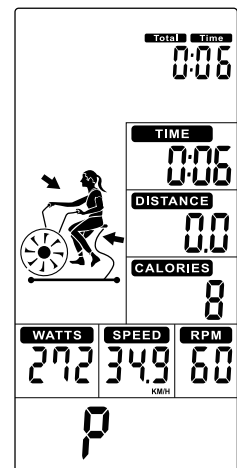

Abb. 4
Ein Signal ertönt für 1 Sekunde und die Werte *TOTAL TIME*, *TIME*, *DISTANCE*, *CALORIES* werden hochgezählt. Auch die Werte für *WATTS*, *SPEED*, *RPM* und *PULSE* werden angezeigt (Abb. 4).
- + Wenn kein Pulssignal empfangen wird, zeigt PULSE P an (Abb. 4)